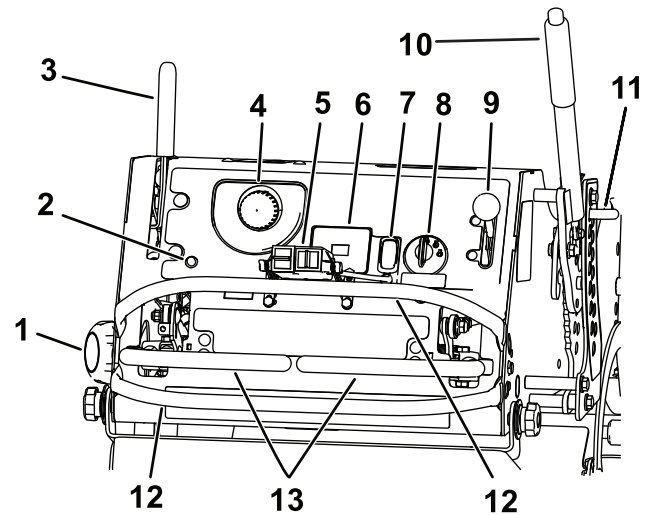

Figura 4
Si se detecta un problema o una avería en el sistema, se enciende el indicador de avería (IA) (Figura 4).
El mando de la toma de fuerza (TDF) se utiliza para engranar y desengranar las cuchillas del cortacésped o arrancar y parar accesorios motorizados (Figura 4); consulte Uso del mando de la toma de fuerza \(TDF\) (página 17).
El acelerador controla la velocidad del motor y tiene un ajuste variable continuo de LENTO a RÁPIDO (Figura 4).
Las palancas de control de movimiento se utilizan para conducir la máquina hacia adelante, hacia atrás y girarla en ambos sentidos (Figura 4).